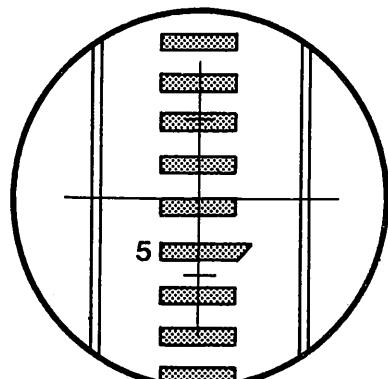

図3.7
- 3) 微動ねじ⑦を回して視野の中央近くに目標物を入れ、合焦つまみ⑨を回して目標物にピントを合わせます。 (図3.7)